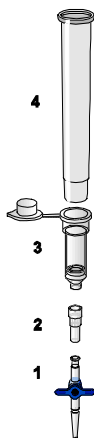

Figure 1. Assemblage des composants de QIAamp DSP Virus Kit pour le traitement des échantillons sous vide :
Assurez-vous d'assembler correctement le prolongateur de colonne (EXT), la colonne QIAamp MinElute, le VacConnector (VC) et la VacValve (voir Figure 1).
5. Centrifugez le tube de lyse (LT) pendant ≥ 5 secondes à la vitesse maximale pour retirer les gouttes présentes à l'intérieur du bouchon.
6. Changez de gants et ouvrez le tube de lyse (LT) avec précaution.
7. Ajoutez 600 µl d'éthanol (96 à 100 %) au tube de lyse (LT), fermez le bouchon et mélangez au vortex par petites impulsions pendant ≥ 15 secondes. Incubez pendant 5 min à température ambiante (15 à 25 °C).
8. Centrifugez le tube de lyse (LT) pendant ≥ 5 secondes à la vitesse maximale pour retirer les gouttes présentes à l'intérieur du bouchon.
9. Insérez la colonne QIAamp MinElute dans le VacConnector (VC) sur le système de dépression (voir Figure 1, page 28). Insérez un prolongateur de colonne (EXT) dans la colonne QIAamp MinElute ouverte.